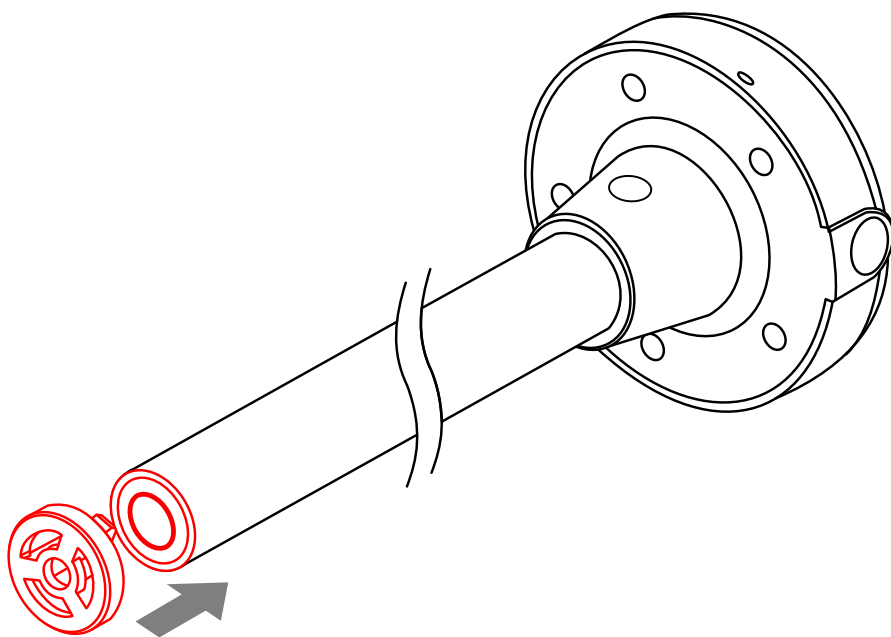

Рис.6. Установка изолирующего колпачка
- После обрезки необходимо зачистить напильником место спила от заусенцев и установить изолирующий колпачок из монтажного комплекта на измерительные трубки (**Рис.6**).